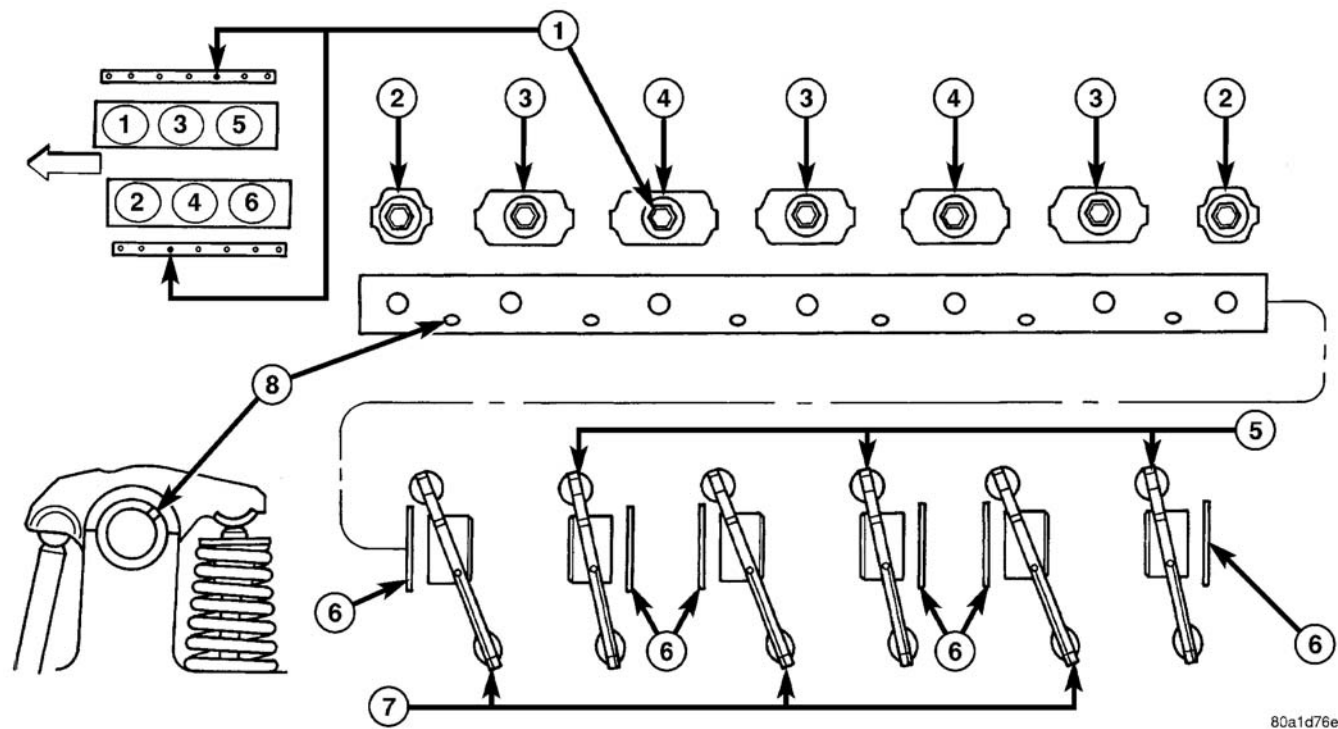

图 42 摇臂和轴
（2）卸下摇臂（图 42）。标识部件的部位以便重新组装在原来的部位。
(1) 将摇臂安装到轴上（图 42）。若重复使用将其安装在原来的位置。确保摇臂轴、所有的固定器和垫圈正确的置定和安装在正确的部位（图 42）。
(2) 将摇臂和轴安装到气缸盖。（参见 9-发动机/气缸盖/摇臂-安装）